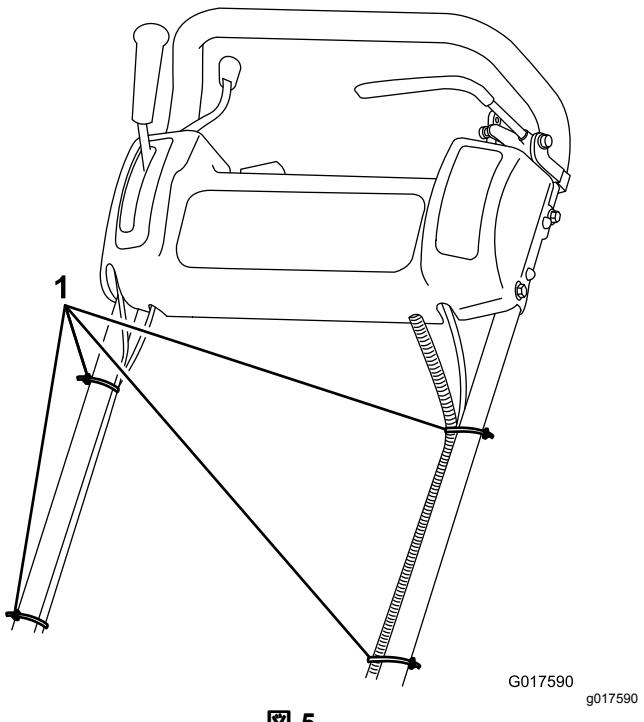

図 5
7. ケーブルタイを使って、ケーブルとワイヤハーネスをハンドルに固定する図5。